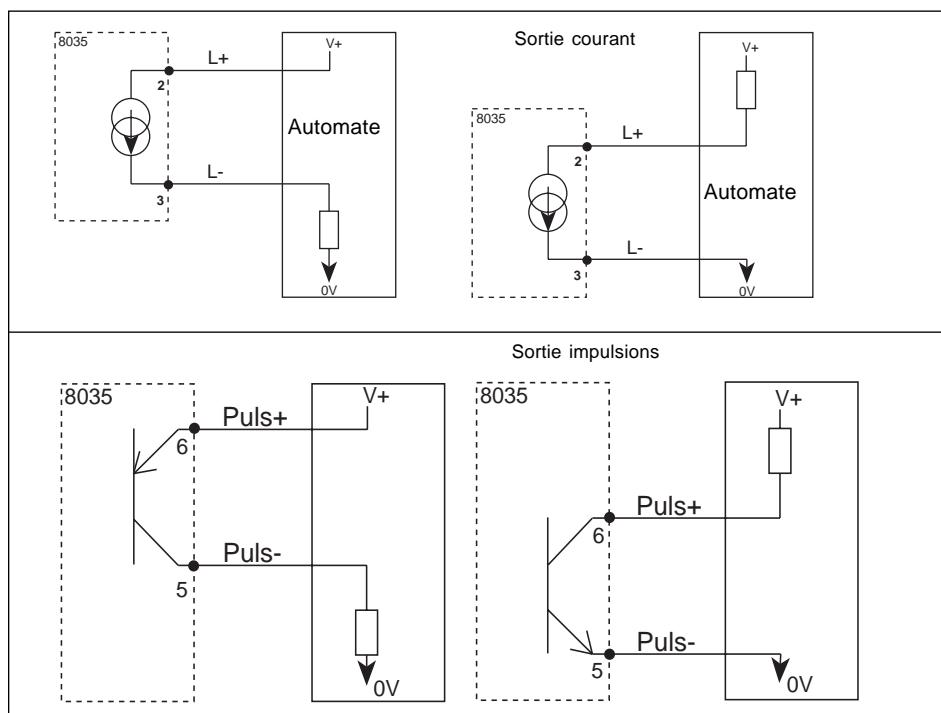

Fig. 3.5 Raccordement à un automate
**Note:** La sortie impulsion du transmetteur SE35 peut être facilement connectée à un automate (fig. 3.5).
**Remarque:** Le raccordement à un automate programmable est indépendant du type de transmetteur et peut se faire sans restriction (voir fig. 3.5).